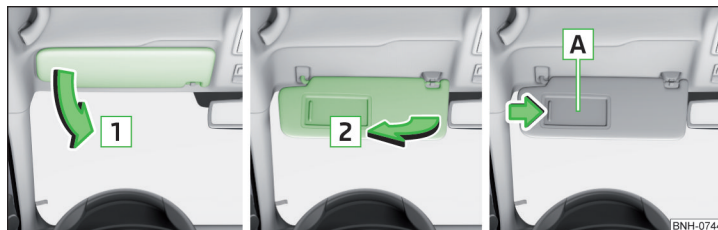

Fig. 66 Bajar visera / Subir visera / Espejo de maquillaje
**Operación y descripción del parasol » fig. 66**